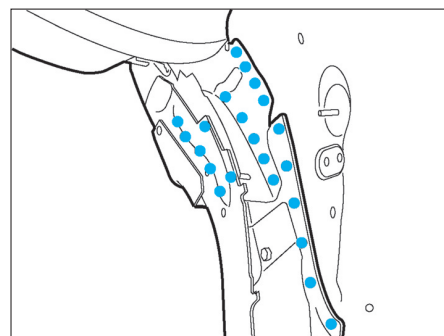
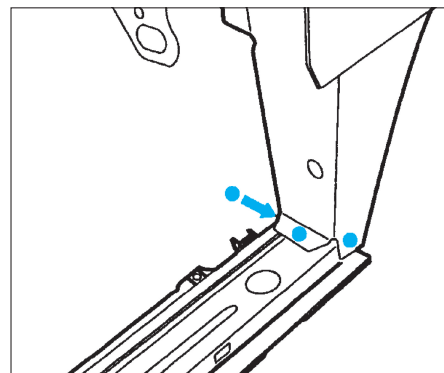

FIG. 23
FIG. 24
- Souder par points électriques (avec l'équipement AB1) (Fig.23) et (Fig.24).